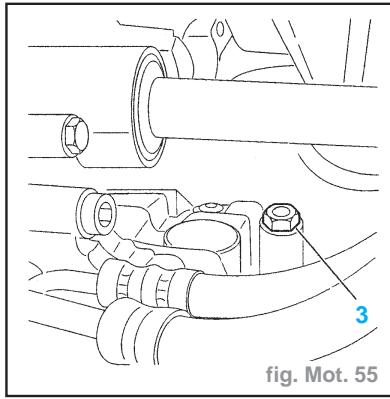

fig. Mot. 55
- Vidanger le moteur en déposant le bouchon (**3**) (fig. Mot. 55).